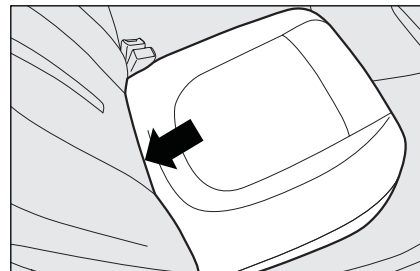

Рис. 88
- поднимите подушку переднего сиденья вперед (см. стрелка **рис. 88**);